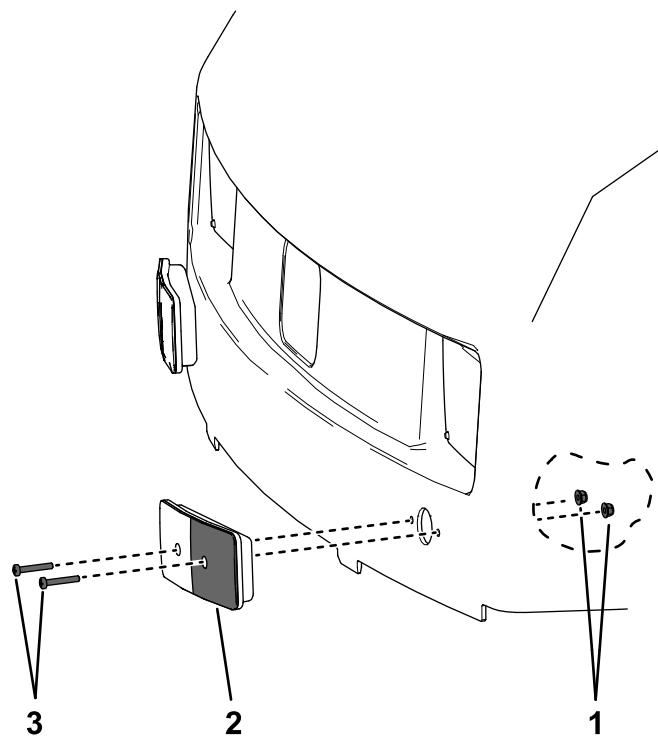

Figura 21
1. Îndepărtai cele 4 piulie i uruburi cu cap Phillips care fixează luminile semnalizatoare de direcție pe capotă (Figura 21).